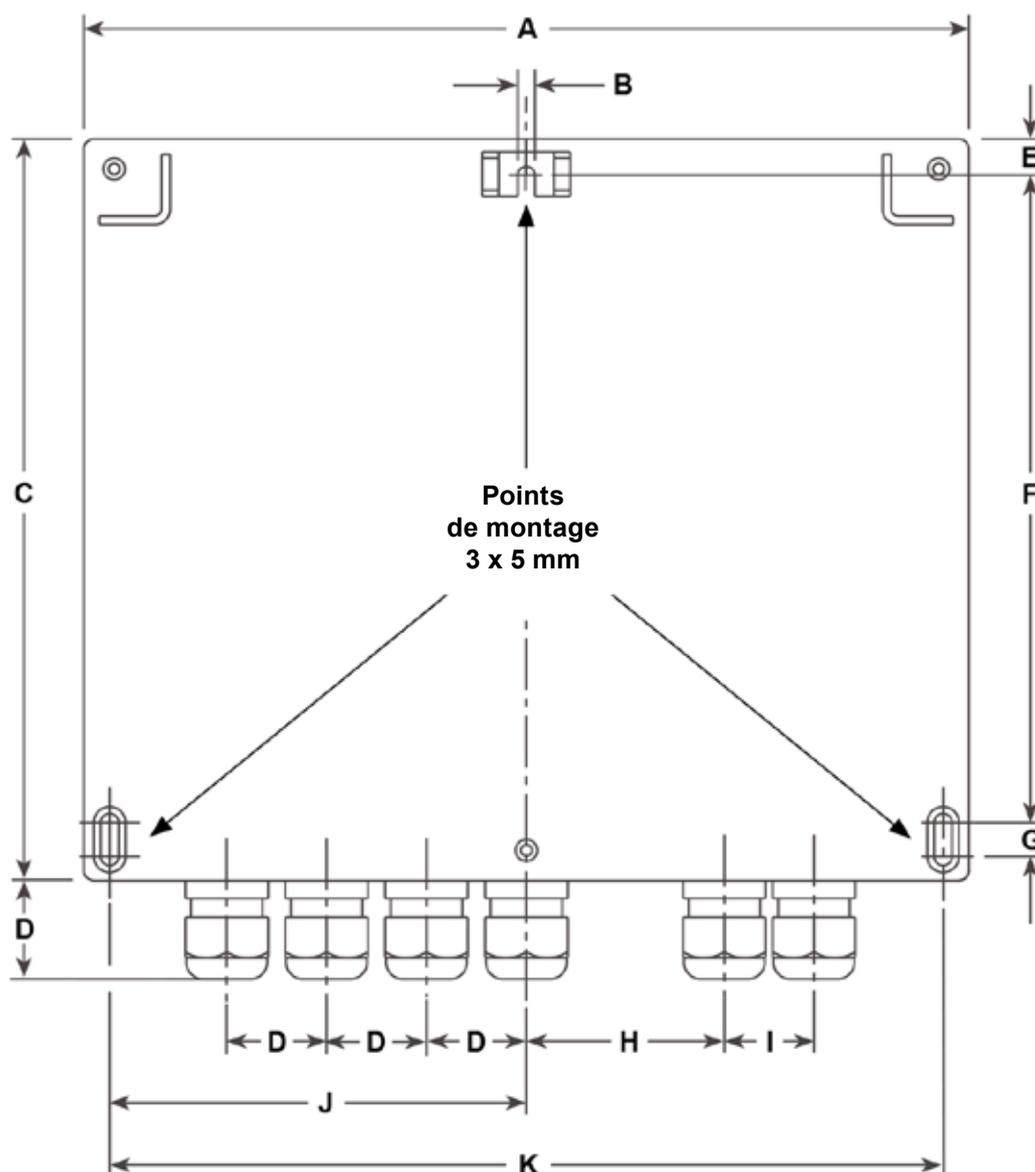

Fig. 8
1. En respectant les dimensions indiquées sur la figure 8, percez 3 trous de diamètre adapté à recevoir des vis de 5 mm.